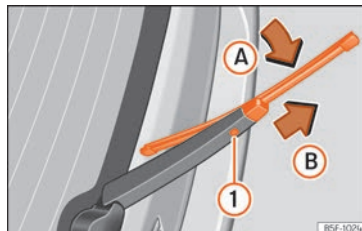

Fig. 40 Extraer y colocar la escobilla del limpialuneta.
- Rote la escobilla ligeramente » » » **fig. 40** (flecha **A**).
- Mantenga presionada la tecla de desbloqueo ❶ tirando de la escobilla en el sentido de la flecha **B**.
- Inserte en el brazo limpiacristal una escobilla nueva **de la misma longitud y tipo**, en sentido contrario a la flecha **B** hasta que encastre la tecla ❶.